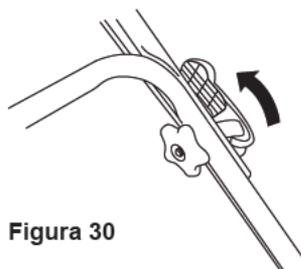

Figura 30
1) Afloje las manillas del mango hasta que pueda mover el mango superior libremente (Figura 30).